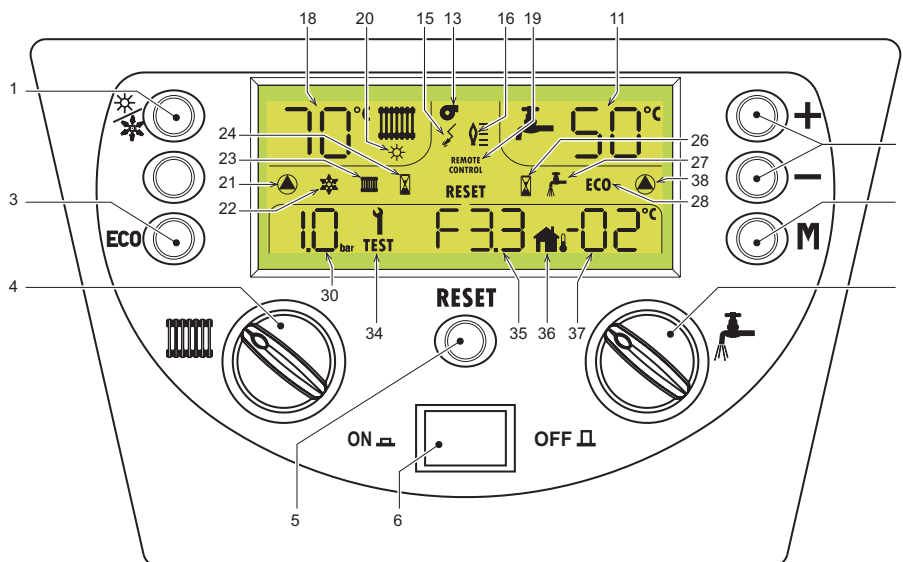

рис. 1 - Панель управления
- Нажмите клавишу ВКЛ/ВЫКЛ (ON/OFF) (поз. 6 рис. 1).
Нажмите клавишу ВКЛ/ВЫКЛ (ON/OFF) (поз. 6 рис. 1).
В комфортном режиме котел греет воду до заданной температуры. В экономическом режиме (ECO) система ГВС исключается, а котел работает только на отопление. Для включения/отключения режима **комфорт** достаточно нажать клавишу  - поз. 3 - рис. 1). Когда включен режим "Комфорт" надпись ECO исчезает с дисплея.
Температура в системе отопления задается с помощью регулятора 4 рис. 1 (на дисплее кратковременно отображается регулируемая температура). Диапазон регулировки: от 20°C до 90°C.
Температура в системе ГВС задается с помощью регулятора 7 рис. 1.
При наличии датчика температуры наружного воздуха (опция) на дисплее отображается измеряемая этим датчиком температура (дет. 37 - рис. 1). При этом система управления котлом работает в режиме "Плавающая температура". В этом режиме температура воды, подаваемой в систему отопления, регулируется в зависимости от внешней температуры в помещении, что позволяет обеспечивать круглогодичные максимальный комфорт и экономию энергии. В частности, при увеличении внешней температуры уменьшается температура воды, подаваемой в систему отопления, в соответствии с определенной "характеристикой компенсации".
При однократном нажатии кнопки **M** (дет. 8 рис. 1) выводится компенсационная характеристика (от 1 до 10), которую можно изменять, пользуясь кнопками "+" и "-" (дет. 9 рис. 1). При последующем нажатии кнопки **M** происходит переход к режиму смещения характеристик (см. рис. 3), изменения в котором выполняются посредством кнопок "+" и "-" (дет. 9 рис. 1). При еще одном нажатии кнопки **M** происходит выход из режима настройки параллельных характеристик. Если температура окружающей среды оказывается ниже нужного значения, рекомендуется задавать характеристику более высокого порядка и наоборот. Действуйте, увеличивая или уменьшая на одну единицу порядок характеристики и оценивая, каким образом это скажется на величине температуры в помещении.
Давление холодной воды в заполненной системе отопления, которое определяется по показанию дисплея (поз. 30 - рис. 1), должно составлять примерно 1,0 - 1,5 бар. Если во время эксплуатации давление в системе отопления упало ниже указанного минимального значения, пользователь должен открыть кран для заполнения системы, чтобы восстановить исходное значение. По окончании операции всегда закрывайте кран подачи воды.